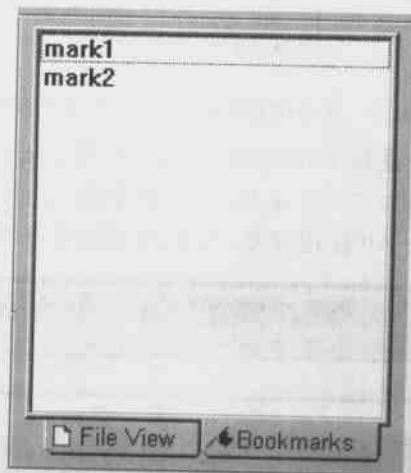

图 3.54 显示所有书签
(1) Set a bookmark(设置书签) 在需要设置书签的地方右击,选择 Bookmark→Set a Bookmark 命令,或者在 Edit Toolbar(编辑工具栏)中单击  图标,就可以设置一个书签。
(2) View the list of bookmarks(观察书签列表) 有以下 4 种方法可以观察书签列表:
① 在工程窗口中,单击 Bookmarks 书签,则显示所有的书签名字,如图 3.54 所示。